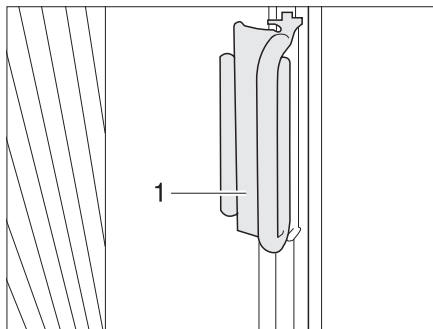

Fig. 80 Impugnatura tendina oscurante pieghevole del parabrezza
- Afferrare l'impugnatura (Fig. 80,2) delle tendine oscuranti pieghevoli su entrambi i lati del parabrezza e chiudere verso il centro del parabrezza tirando con prudenza finché il fermo magnetico non blocca la tendina oscurante pieghevole.